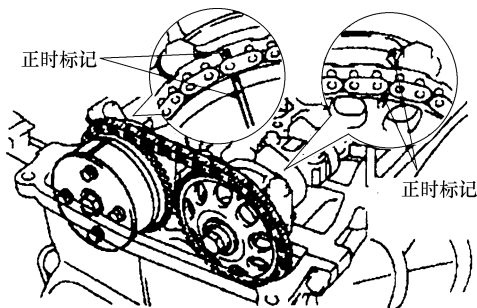

图 22-51 对准正时链轮标记
② 如图 22-51 所示, 凸轮轴正时链轮正时标记应与 1 号、2 号轴承盖正时标记对准。若没对准, 则转动曲轴 1 圈 (360°), 对准标记。